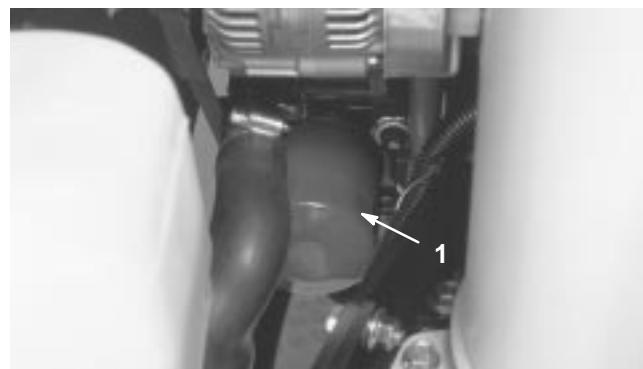

Figure 43
2. Déposez le filtre à huile (Fig. 43). Appliquez une fine couche d'huile propre sur le joint du filtre de rechange avant de le visser en place. **Ne serrez pas excessivement.**